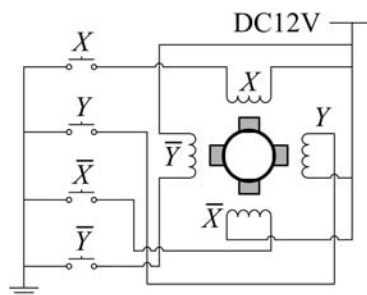

Fig.E5.5: ステッピングモータ駆動回路
- (a) スイッチ，電源，ステッピングモータを Fig.E5.5 を参考に接続する